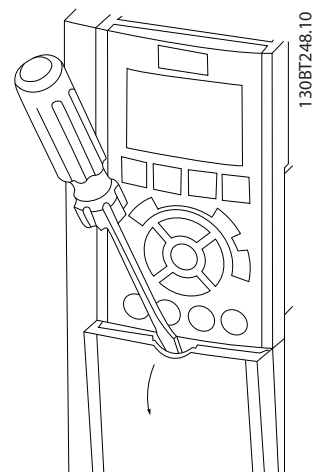

図 2.9 A2、A3、B3、B4、C3 および C4 エンクロージャーのコントロール配線アクセス
- ドライバーでアクセス・カバー・プレートを取り外します。 図 2.9 を参照